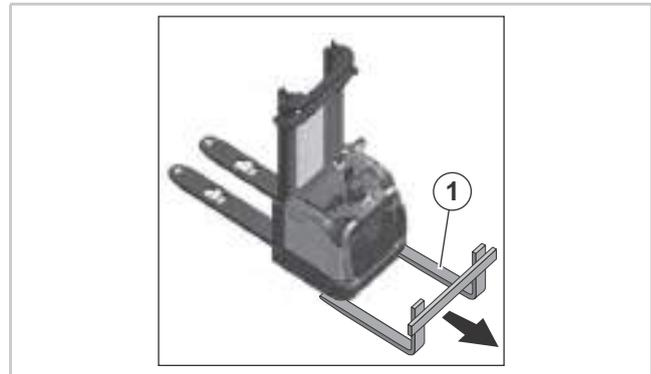

Abb. 5 Fahrzeug abschleppen
5. Gabel (1, Abb. 5) des abschleppenden Staplers unter dem Fahrzeug positionieren. Darauf achten, dass Antriebs- und Stützrad nicht beschädigt werden.